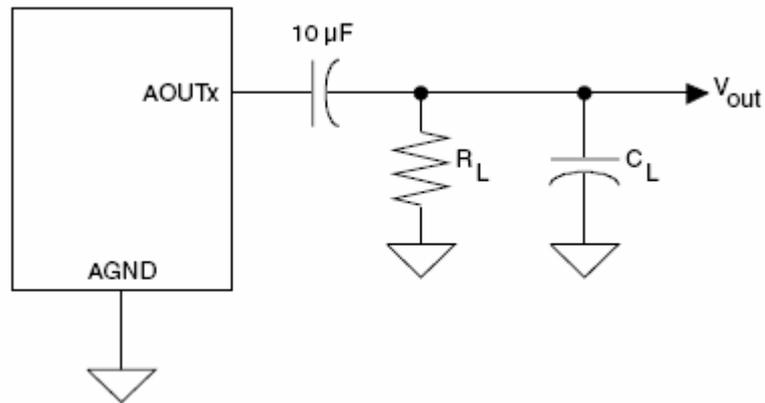

图 1 输出测试电路
- 模拟参数（满量程输出正弦波，997Hz；测试负载， $R_L=10k\Omega$ ， $C_L=10pF$ （见图 1）。除非特别声明，在基速率模式下，测量带宽为 10Hz 到 20kHz， $F_s=48kHz$ ；在高速率模式下，测量带宽为 10Hz 到 40kHz， $F_s=96kHz$ 。）